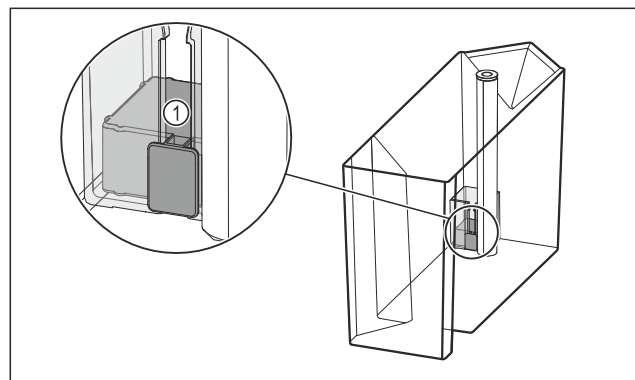

Fig. 98
- ▶ Проверьте, не застрял ли поплавок *Fig. 98 (1)*.